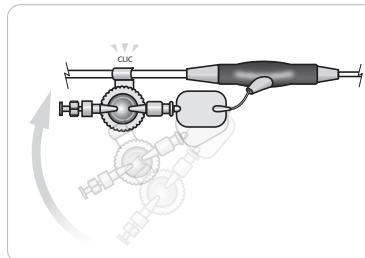

Figura 5.5
6. Innestare la clip di spурго (collocata sul serbatoio a pressione del braccio laterale trasparente) nel cavo di collegamento come mostrato nella Figura 5.5. **Nota:** far scattare la clip in plastica del serbatoio di pressione sul cavo di collegamento è importante per evitare l'attorcigliamento del tubo.